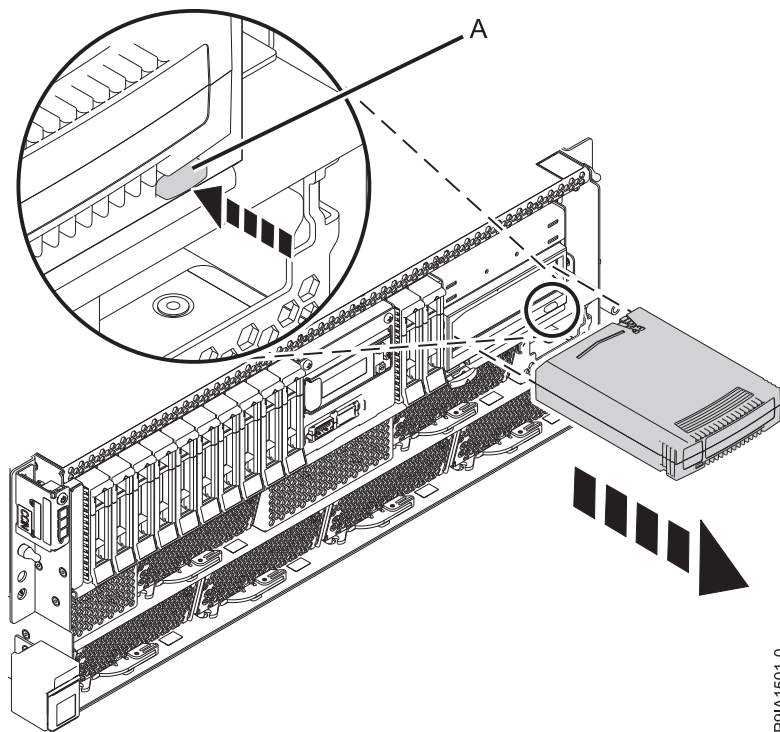

Figura 29. Vista frontal de una estación de acoplamiento RDX interna y de la unidad de disco extraíble
3. Pulse el botón de expulsión de la unidad de disco RDX que se muestran en la Figura 29.